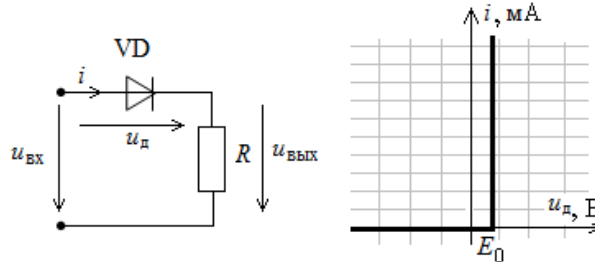

Рис. 6
1. На рис. 6 представлена ВАХ кремниевого диода, имеющего напряжение в проводящем направлении $E_0 \approx 0,7$ В. Используя метод кусочно-линейной аппроксимации, рассчитать и построить кривые мгновенного значения тока, напряжения на диоде и выходного напряжения, если действующее значение синусоидального напряжения на входе $U=2$ В, сопротивление линейного резистора $R=100+10n$ Ом (n – номер бригады).